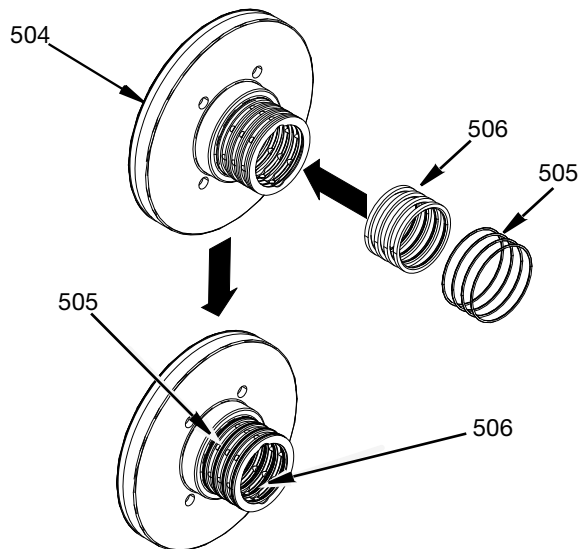

FIG. 24
6. Instale las juntas tóricas (505) y las juntas de sellado de aire (506) en el cojinete del anillo de distribución de aire (504). Consulte la FIG. 24.